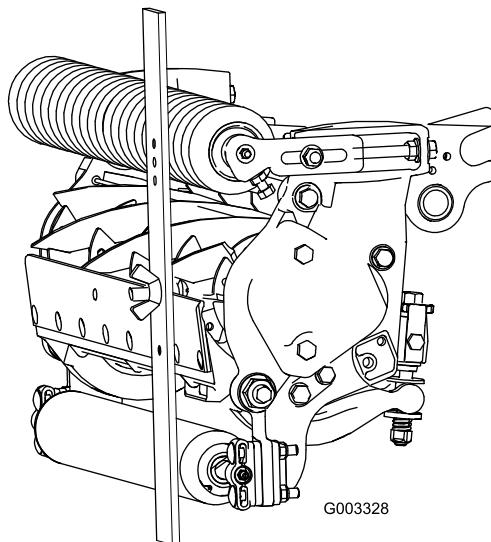

Figura 17
- Prenda a cabeça do parafuso à extremidade cortante da lâmina de corte e apoie a extremidade traseira da barra no rolo traseiro (Figura 17).
- Rode o parafuso de ajuste até que o rolo entre em contacto com a dianteira da barra indicadora (Figura 17). Ajuste ambas as extremidades do rolo até que todo o rolo esteja paralelo à lâmina de corte.